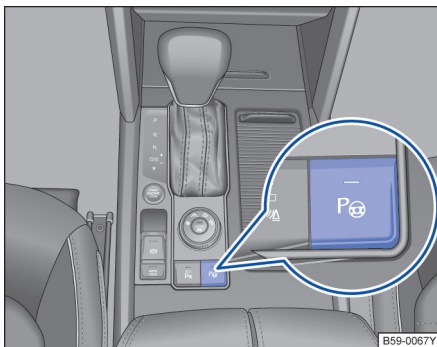
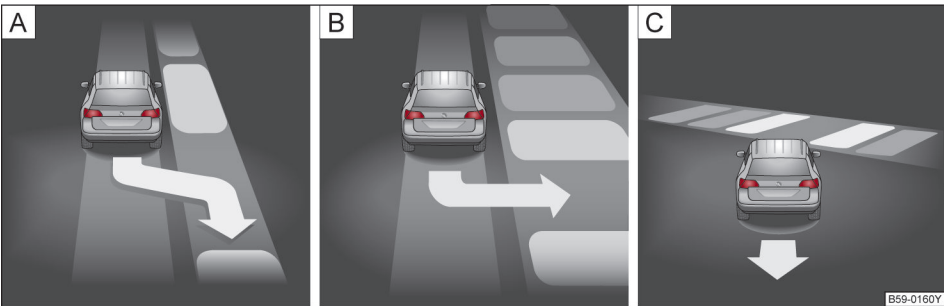
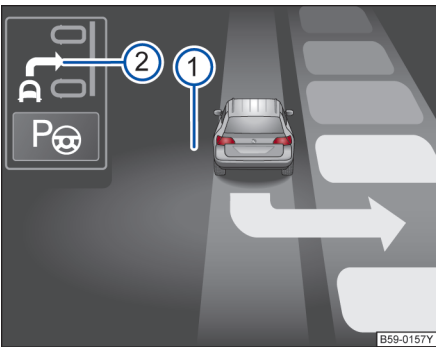

图 163 智能泊车辅助系统打开按钮
图 164 停车模式迷你检视概览：A) 向后纵向驶入，B) 向后横向驶入，C) 向前横向驶入。
图 165 在组合仪表显示器上：带迷你检视的智能泊车辅助系统显示。
组成智能泊车辅助系统的零组件包括位于前后保险杠上的超声波传感器、开启和关闭智能泊车辅助系统的按钮④→图 163 和组合仪表显示器上的显示。
开启智能泊车辅助系统后，在辨识到停车位时，会在组合仪表显示器上提出建议的驶入模式。智能泊车辅助系统自动选择停车模式。所选停车模式显示在组合仪表显示器上→图 165。其他备选停车模式显示为迷你检视→图 164。如果智能泊车辅助系统的选择结果与所需停车模式不符，则可再次按下按钮 ⓘ→图 163，选择另一个停车模式。